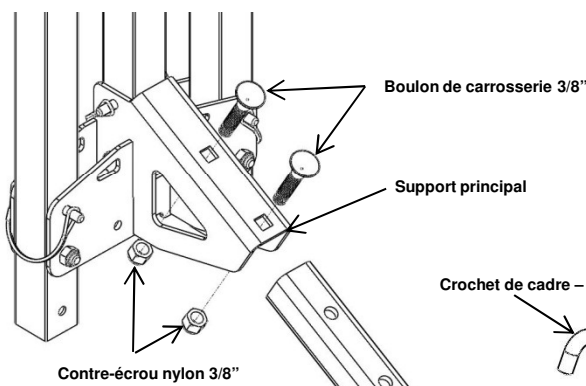

FIGURE 1
- Aligner les trous de montage de la barre d'accouplement sur ceux du support principal. À l'aide des boulons de carrosserie 3/8 et des contre-écrous 3/8 en nylon fournis, fixer la barre d'accouplement au support principal. (Fig. 1)